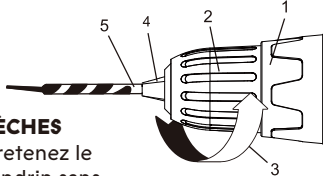

Fig. 10
1. Pour ouvrir le mandrin sans clé de la perceuse, saisissez et retenez le collet du mandrin (1) avec une main (figure 10). De l'autre main, faites tourner le corps du mandrin (2) dans le sens antihoraire (3) jusqu'à ce que les mâchoires du mandrin (4) s'ouvrent suffisamment pour accueillir la mèche (5).